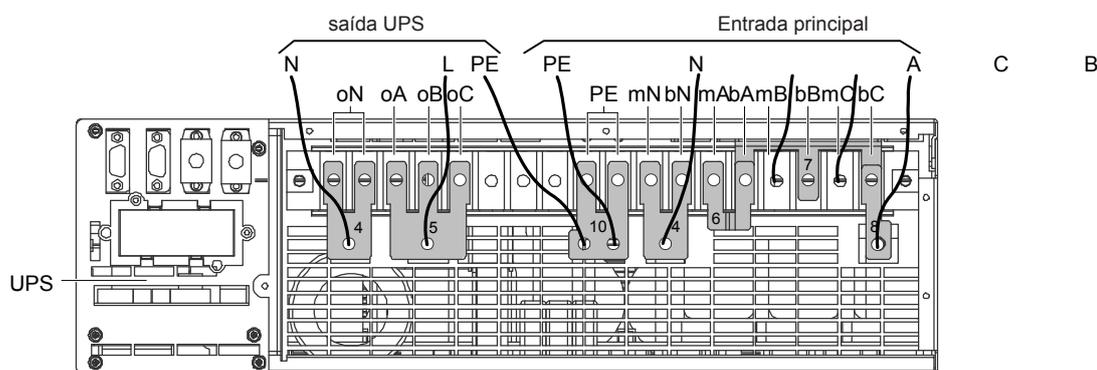

Figura 2-17 3 entradas e 1 saídas, configuração padrão de cabos
6. Como mostra a figura 2-17, encurte os terminais bA, bB e bC utilizando com a barra de curto-circuito de cobre 7, encurte os terminais PE do bloco de terminais de E/S do UPS utilizando a barra de curto-circuito de cobre 10 com filme isolante, encurte os terminais oA, oB e oC utilizando a barra de curto-circuito de cobre 5, encurte os terminais mA e bA utilizando a barra de curti-circuito de cobre 6, e encurte os terminais mN e bN e dois terminais oN utilizando duas barras de curto-circuito de cobre 4.
7. Conecte a barra de curto-circuito de cobre 8 a um extremoda barra de curto-circuito de cobre 7 (veja a Figura 2-17), e conecte a linha direta (fase de entrada A) à barra de curto-circuito de cobre 8.
8. Conecte a barra de curto-circuito de cobre 8 a um extremo da barra de curto-circuito de cobre 7 (veja a Figura 2-17), e conecte a linha direta (fase de desvio A) à barra de curto-circuito de cobre 8.